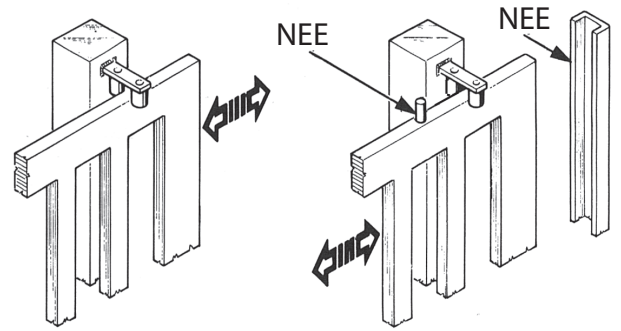

FIG. 3
- Bovenop de kolommen van de poort moeten geleiders zitten die ontsporing voorkomen (Fig.3) om onopzettelijk vrijgeven van de poort te vermijden.
N.B.: Verwijder de mechanische stops zoals die beschreven in Fig. 3. Er zal geen mechanische stopper bovenop de poort zitten omdat deze niet veilig genoeg zijn.